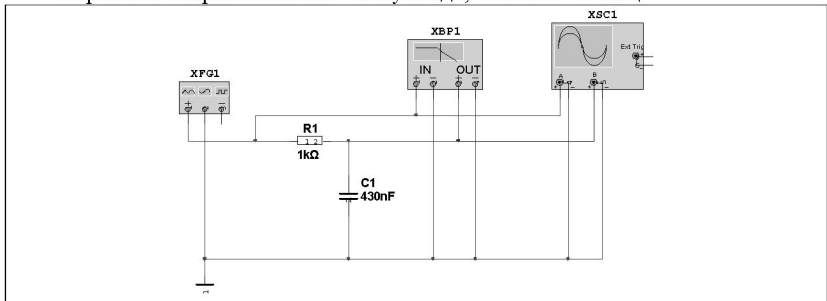

Рис. 5. Принципиальная схема исследования RC-цепочки
11. Собрать схему, приведенную на рис. 5. Пользуясь таблицей 3, установить в схеме значения R1 и C1 согласно номеру Вашего варианта. Форма сигнала – синусоида, частота – F кГц.
12. Пользуясь Bode Plotter, получить и скопировать для отчета в удобном для анализа и линейном по оси ординат масштабе АЧХ и ФЧХ приведенной на рис. 5 схемы. Предварительно установить диапазон частот 10 Гц...1МГц и задать по оси абсцисс логарифмический масштаб.
7. АЧХ и ФЧХ цепи, изображенной на рис. 5.